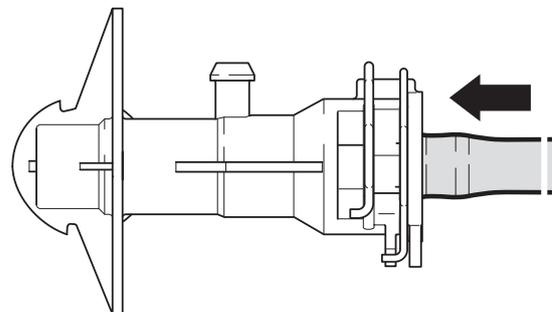

Fig. 4 : Lorsque le raccord est enfoncé et le clip fermé, l'orifice de purge est fermé
9. Enfoncer le conduit dans le raccord jusqu'à la butée (fig. 4)